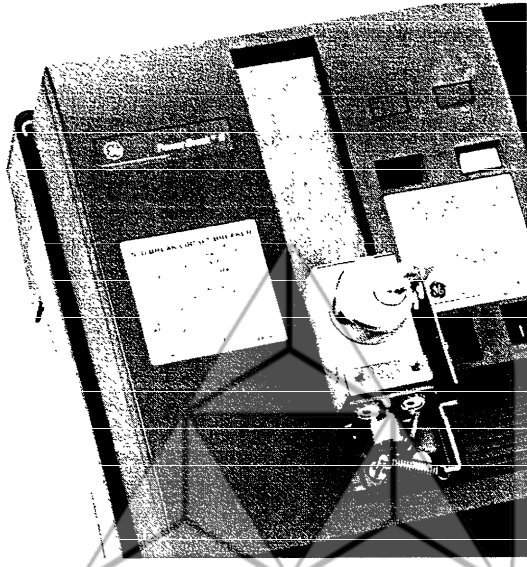

Figure 7. The Key Interlock body attached to the mounting plate.
5. Attach the Key Interlock body to the mounting plate with two $\frac{1}{4}$ -20 screws and lock washers, as shown in Figure 7.
CAUTION: Do not attempt to install the breaker cover if the lock bolt is extended, as shown in Figure 7. Turn the key so that the lock bolt retracts and disengages the interlock slide, to prevent the damage described in step 9.
ATTENTION: Il ne faut pas essayer d'installer le couvercle du disjoncteur si le pêne est tendu, tel que montré à la Figure 7. Tourner la clé de manière à ce que le pêne se rétracte et désengage la coulisse de l'enclenchement afin de prévenir le dommage décrit à l'étape 9.